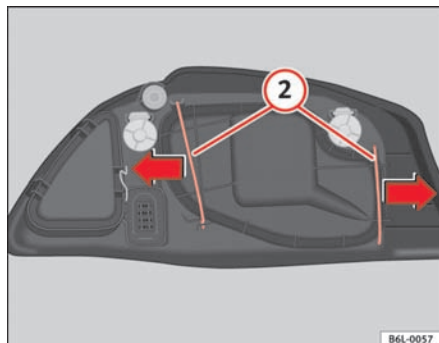

Fig. 144 Fjernlyspære
- Fjern bøjljerne ② ⇒ fig. 144 i pilens retning, og tag afdækningen af.
- Sæt kunststofafdækningen og bøjljerne på ② ⇒ fig. 144.